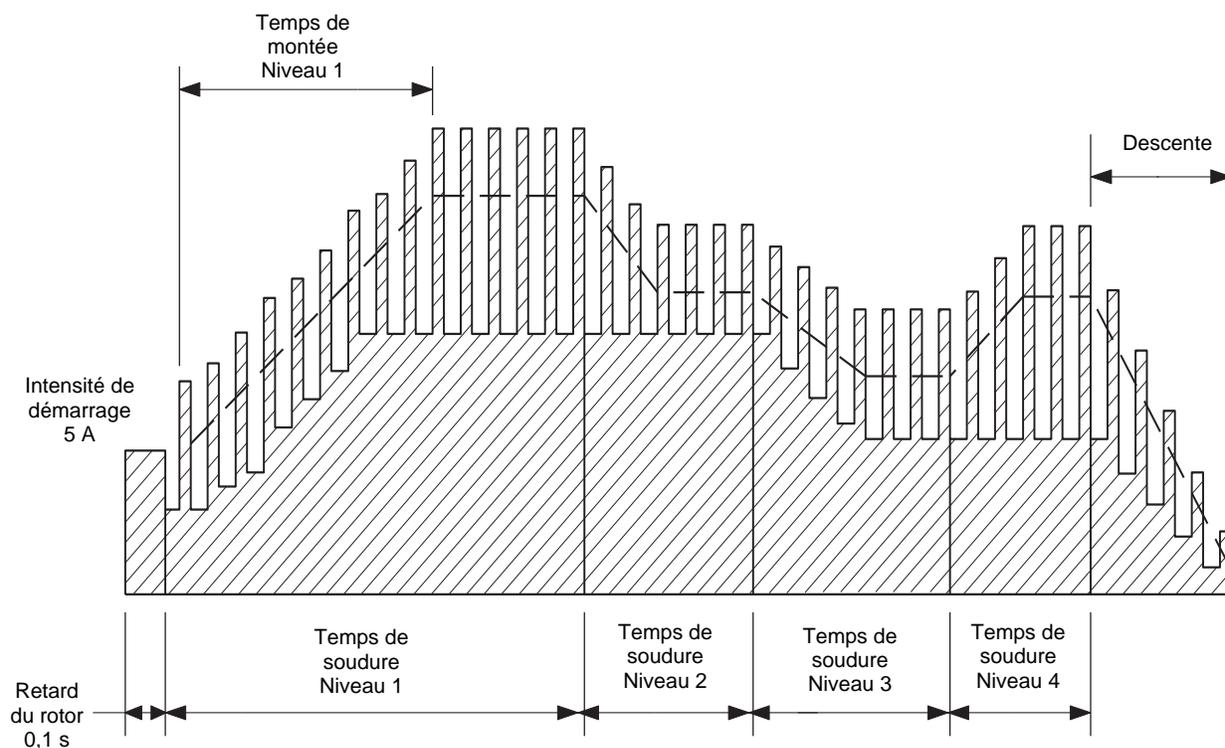

Figure 92 Temps de montée : Le cordon de soudure ne pénètre pas immédiatement
1. La soudure ne pénètre pas immédiatement, voir la Figure 92. La procédure suivante fait appel à la fonction PROG/MODIFY/ EDIT ITEM (progr/modifier/réviser l'élément) :